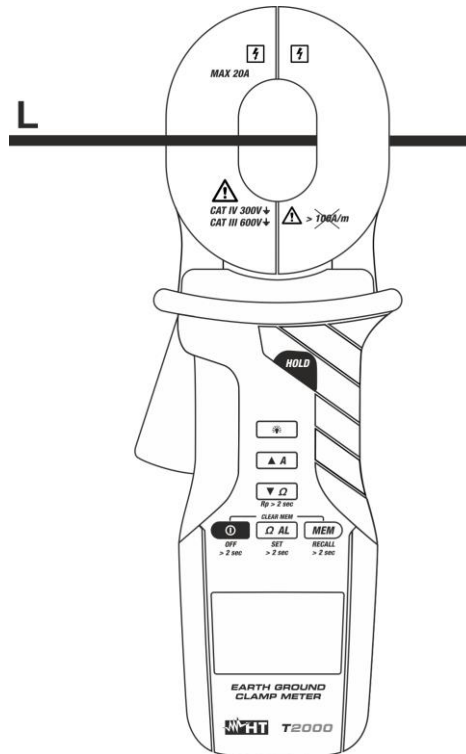

Fig. 19: Misura di corrente AC
3. Aprire delicatamente il toroide, inserire il cavo in misura (vedere Fig. 19) e leggere il risultato a display.